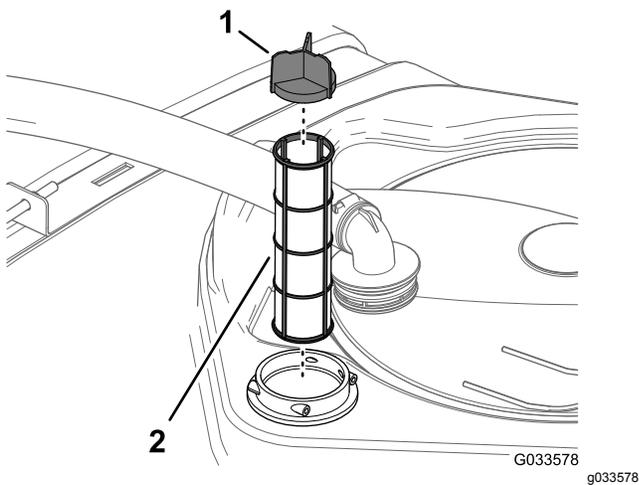

Figura 14
4. Estraiete il filtro di aspirazione dall'alloggiamento del filtro nel serbatoio (Figura 14).